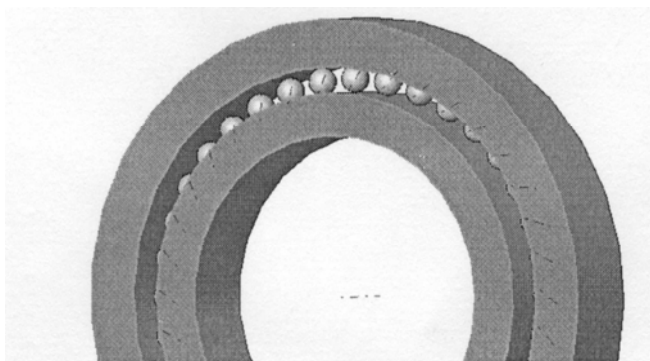

Рис.6. Сопряжение плоских граней
8. Выполним сопряжение компонента «кольцо» и компонента «втулка». Активизируем режим отображения временных осей компонентов, выбрав меню **Вид, Временные оси**. Выберем оси компонентов «кольцо», «втулка» и применим условие сопряжения **«Совпадение»**. Теперь компоненты концентрически выровнены. Выберем передние плоские грани этих компонентов и применим условие сопряжения **«Совпадение»** (рис.6).